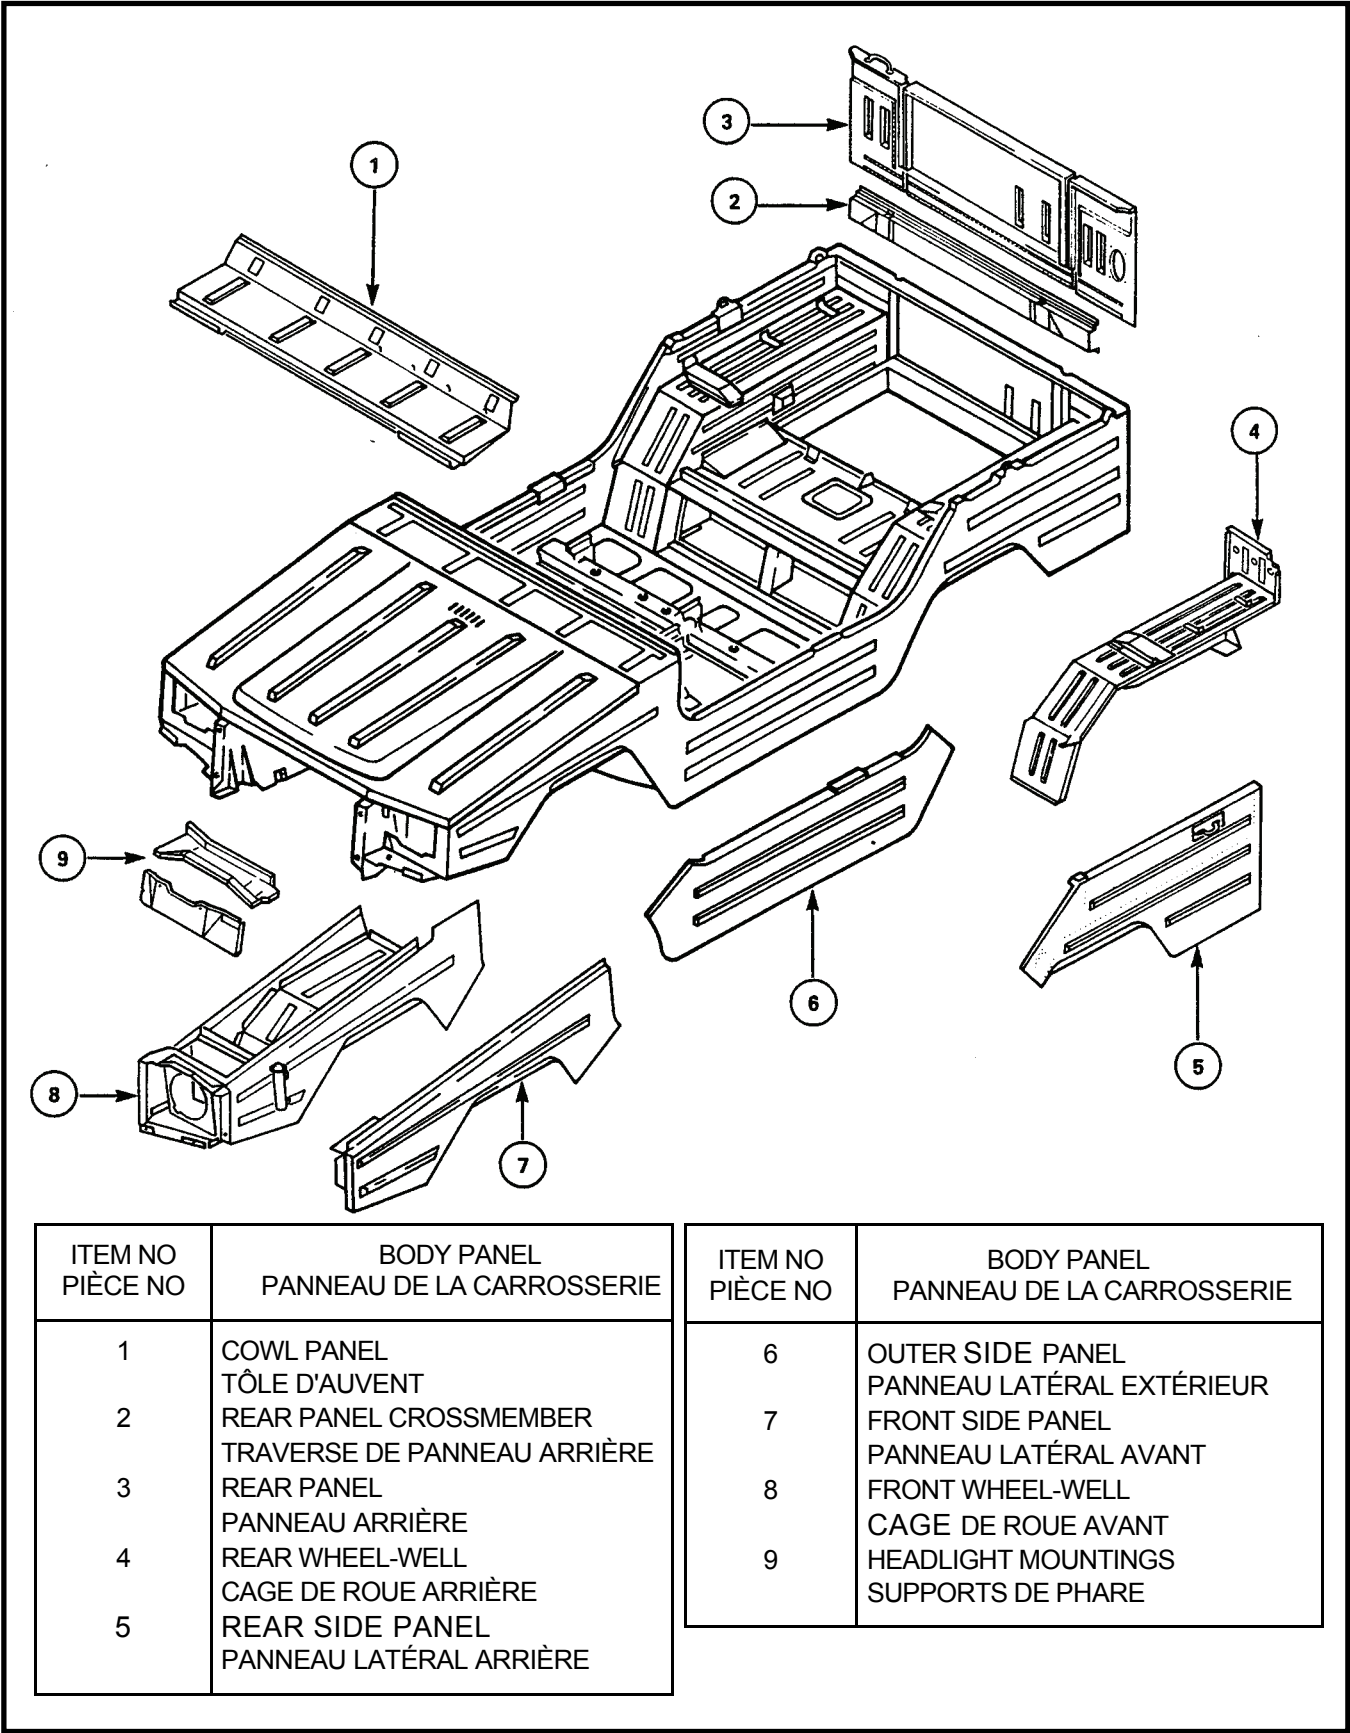

Figure 6-2-12 Location of Body Panels
99. **General** — The body and floor panels are predominantly made from cold-worked, deep-drawn sheets. Damage should be straightened without the application of heat, using a body straightening unit. See Figure 6-3-1 for body dimensions. Straighten adjacent areas before removing a damaged panel. Ensure that all welds which separate during the straightening operation, are repaired. Panels are received primed and painted. See Figure 6-2-12 for identification of panels.
99. **Généralités** — Les tôles de la carrosserie et du plancher sont fabriquées avant tout de feuilles traitées à froid et embouties. Réparer tout dommage au moyen d'une presse à redresser et sans application de chaleur. Voir la figure 6-3-1 pour les dimensions. Redresser les parties adjacentes avant d'enlever un panneau endommagé. S'assurer de réparer tous les joints de soudure rompus lors du redressage. Les tôles parviennent recouvertes d'une couche d'apprêt et de peinture. Voir figure 6-2-12 pour l'identification des tôles.